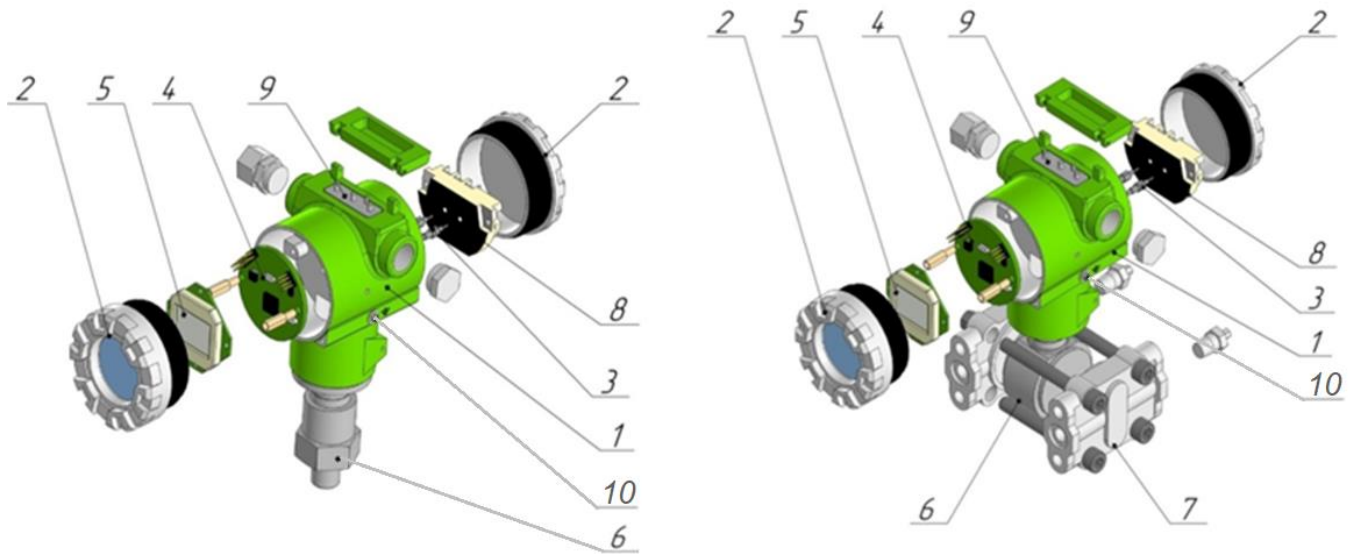

Рисунок 2 – Устройство датчиков давления
Датчик давления состоит из преобразователя давления и электронного блока (рисунок 2). Корпус электронного блока (1) крепится на резьбовой части преобразователя давления (6). В электронном блоке размещены: электронная плата (4), крышки с уплотнениями (2), модуль ЖКИ (5), RFI фильтры (3), клеммная колодка (8), кнопки настройки датчика (9), винт наружного заземления корпуса (10). Над клеммной колодкой расположен винт обозначенный специальным знаком заземления, который может быть использован для подсоединения экрана при применении экранированного кабеля.
1.3.6 Преобразователь давления (6) и фланцы (7) (рисунок 2) в стандартном исполнении изготавливаются из нержавеющей стали 316L, также доступно исполнение, выполненное из Хастелоя НС–276. Материалы деталей, контактирующие с измеряемой средой, указаны в ПРИЛОЖЕНИИ В.